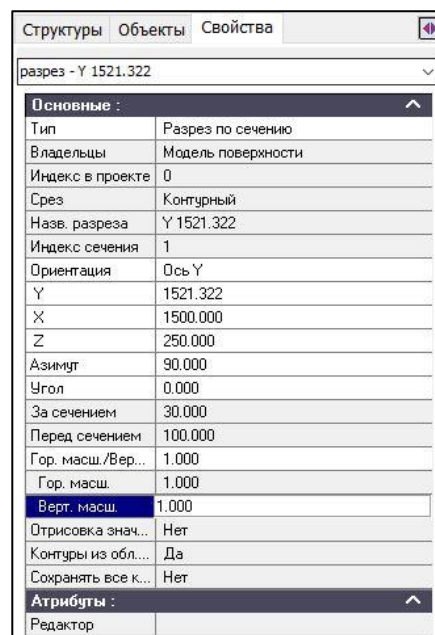

Рис. 7.4
6.2. Для создания на этом сечении контура выберите команду главного меню **Разрез/По сечению**. Нажмите кнопку **Выбрать объект** и кликните ЛКМ в любом месте рабочей области. В **Менеджере объектов** перейдите на вкладку **Свойства**, в пунктах **За сечением** и **Перед сечением** введите числа *30* и *100* соответственно (рис. 7.4). Перейдите с вкладки **разрез** на вкладку **Сечение** в соответствии с рис. 7.5. Нажмите кнопку **Создать контур**. В нижнем правом углу программы нажмите кнопку **Привязка к объектам** . Остальные привязки должны быть отключены. Выполните построение контура по